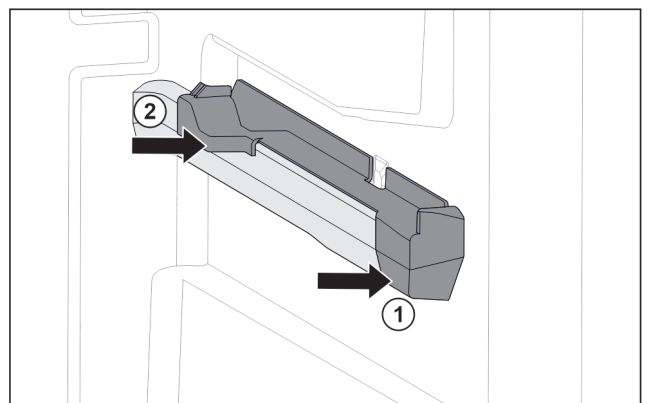

Fig. 94 Aufsteckteil auf der rechten Behälterrippe
- ▶ Aufsteckteil vorne an Behälterrippe ansetzen. Fig. 94 (1)
- ▶ Aufsteckteil hinten andrücken. Fig. 94 (2)